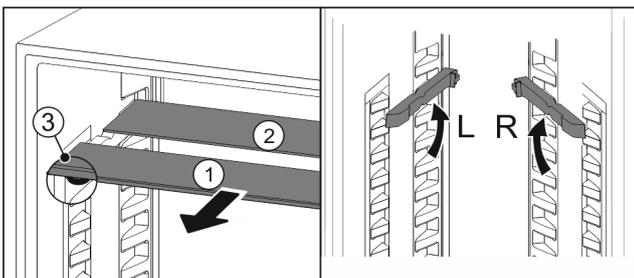

Fig. 56
- ▶ По одной извлеките Fig. 56 (1) стеклянные панели движением вперед.
- ▶ Стеклянная панель Fig. 56 (1) с декоративной планкой лежит спереди.
- ▶ Стопоры Fig. 56 (3) показывают вниз.